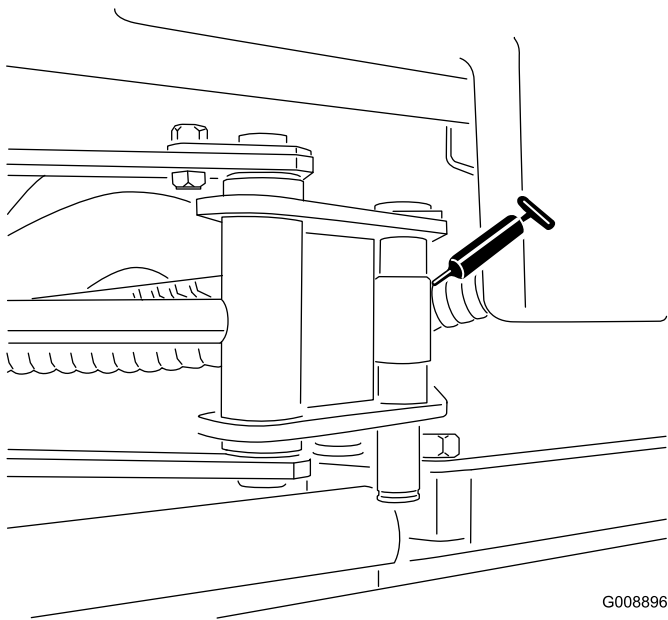

Figure 33
- 2 extrémités de vérin de Sidewinder (Figure 33)